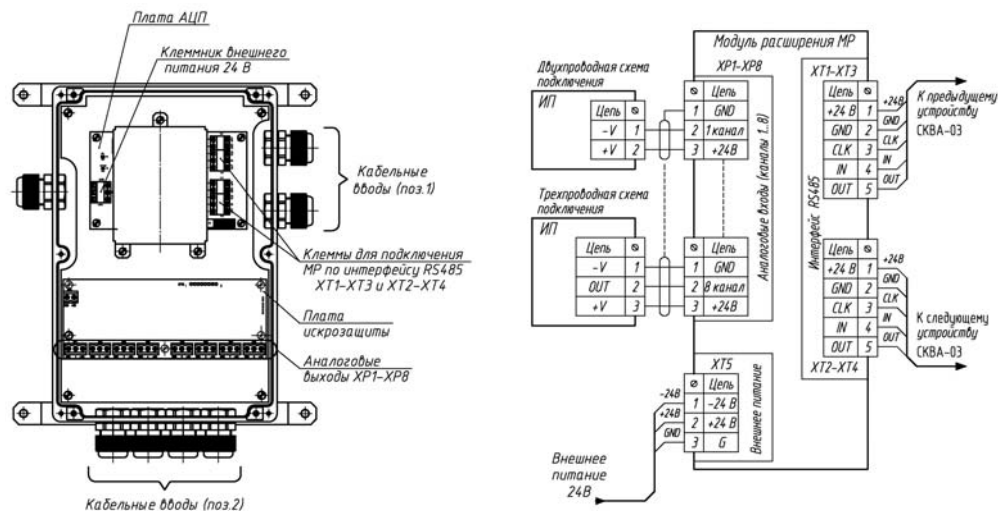

Рис.2
- Подключите жилы кабелей к разъемам (ХР1-ХР8) (для удобства, разъемы можно вынуть) в порядке, указанном в проектной документации и в соответствии со схемой рис.2. Подключение ИП к МР выполняется по схеме рис.2 (полярность подключения кабеля в случае двухпроводной схемы значения не имеет).
4.4 МР имеет возможность питания 24 В от внешнего источника. Для этого необходимо подключить источник питания к разъему ХТ5 (рис.2) через соответствующий кабельный ввод.